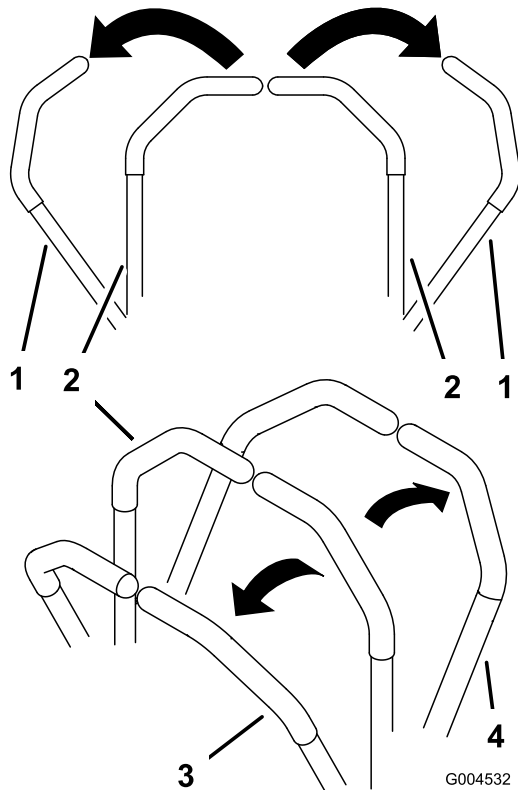

Bild 16
3. Schieben Sie für das Vorwärtsfahren die Fahrtriebshebel langsam vorwärts (Bild 16).
Wenden Sie zum Geradeausfahren auf beide Fahrtriebshebel denselben Druck an (Bild 16).
Bewegen Sie zum Wenden den Fahrtriebshebel in Richtung Neutral, in dessen Richtung Sie wenden möchten (Bild 16).
2. Ziehen Sie zum Rückwärtsfahren die Fahrtriebshebel langsam nach hinten (Bild 16).
Verringern Sie zum Wenden den Druck auf den Fahrtriebshebel an der Seite, in deren Richtung Sie wenden möchten (Bild 16).